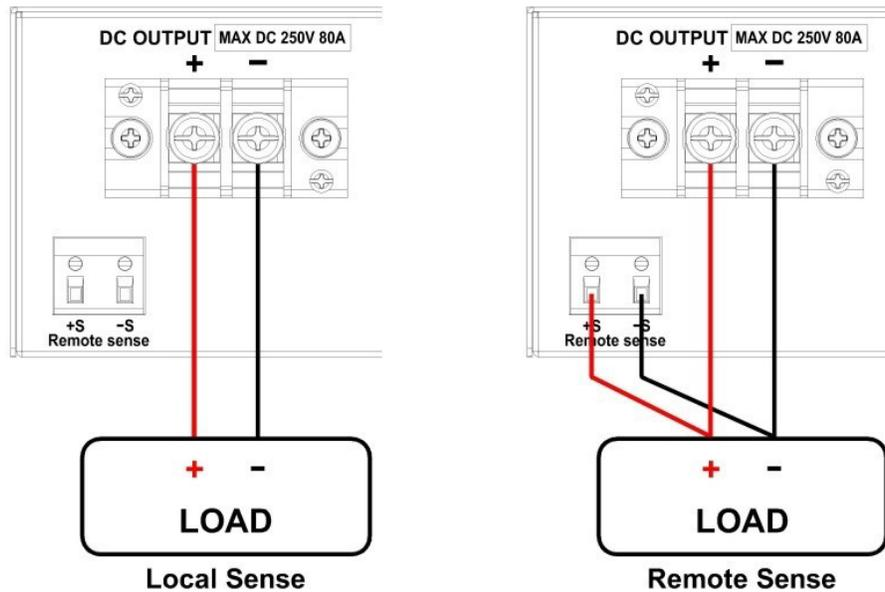

图 3.2 2线式测量与4线式测量连接方式
电源供应器预设为2线式测量结构,图 3.2 显示了2线式与4线式的连接方式。
4. 打开电源，然后设置好并启用输出。设置应如图 3.2 所示。